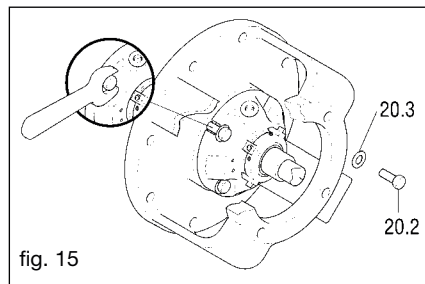

fig. 15
- Svitare le viti (20.2) che fissano la flangia della tenuta al portamotore (fig. 15).
- Togliere il portamotore (19).
- Togliere la tenuta (25), il distanziere (31), il portatenuta (20) e la guarnizione (20.1).
- Stringere accuratamente le viti (20.2) (fig. 15) di fissaggio della flangia con azione incrociata onde evitare tensioni sull'anello stazionario della tenuta.